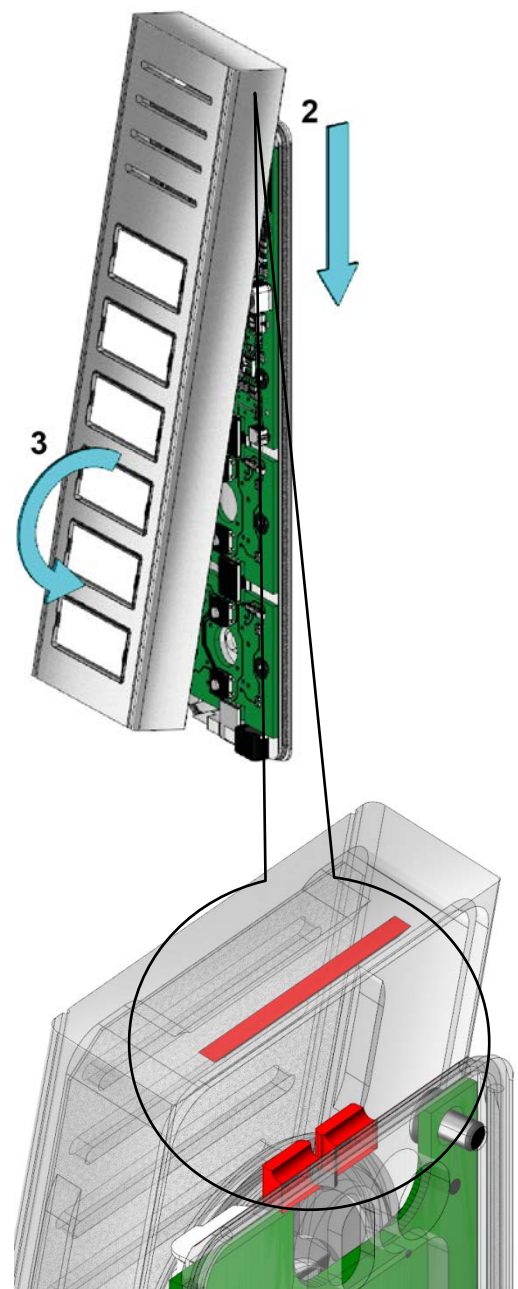

Abb. 9: Gerät schließen
- ▶ Setzen Sie das Gehäuseoberteil (2) auf die Rückwand auf (Abb. 9).
- ▶ Klappen Sie das Gehäuseoberteil auf die Rückwand (3).